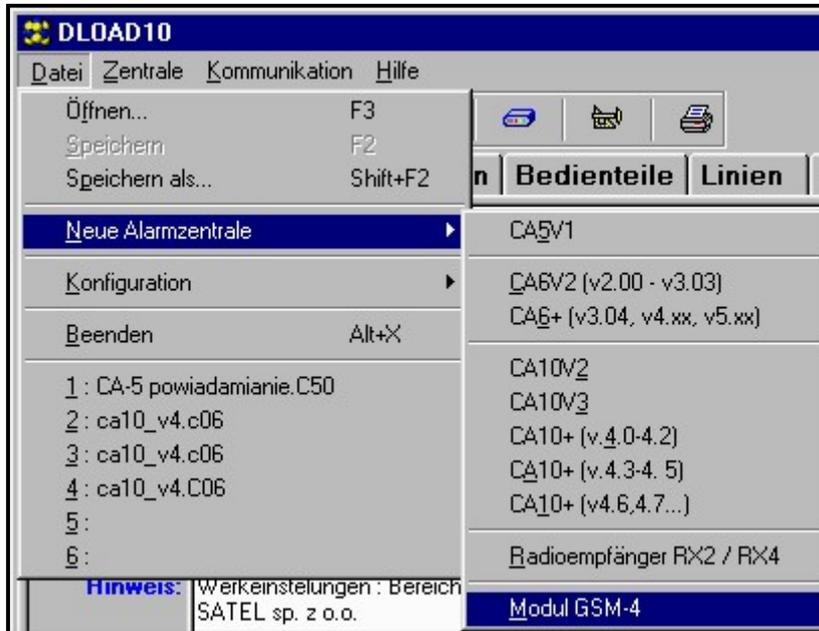

Abbildung 10.
1. Im Programmmenü **Datei→Neu→GSM-4 Modul** wählen und das Fenster mit den Moduldaten öffnen (siehe Abbildung 10).